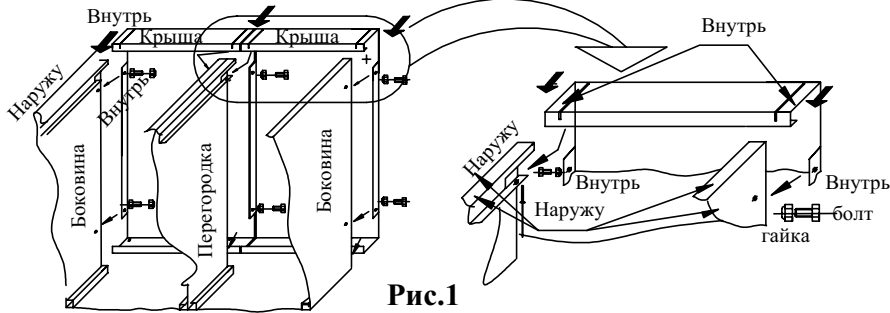

Рис.1
4.1.2. Установить крышу сверху шкафа плоскостью наружу так, чтобы в пазы на лицевой стороне крыши вошли отгибы боковых стенок (и перегородки - при наличии двух крыш - сборка основного модуля с дополнительным). Боковые отгибы на крыше соединяются с боковинами с внутренней стороны. Совместить отверстия, скрепить болтовым соединением (гайка размещается внутри будущего шкафа). (Рис.1) При сборке ШРС22 или присоединении доп. секций к перегородке соединять одним болтом сразу две крыши.